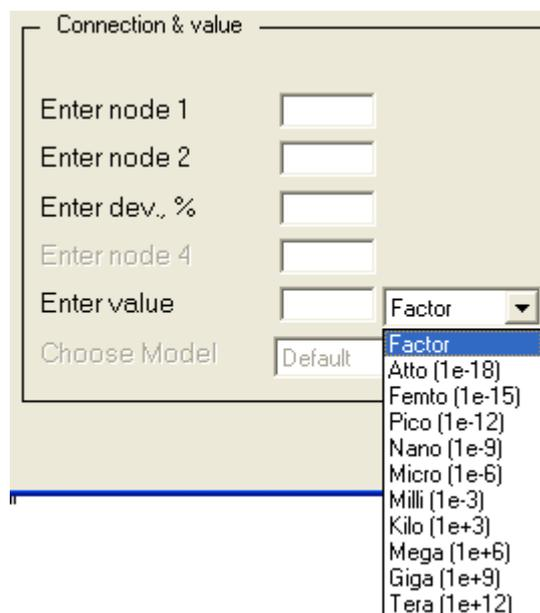

Рисунок 1.3. Поле спецификации параметров пассивных компонентов
1) Для элементов резистор (*R*), конденсатор (*C*) и индуктивность (*L*) область *Connection&Value* имеет вид представленный на рис. 1.3, где